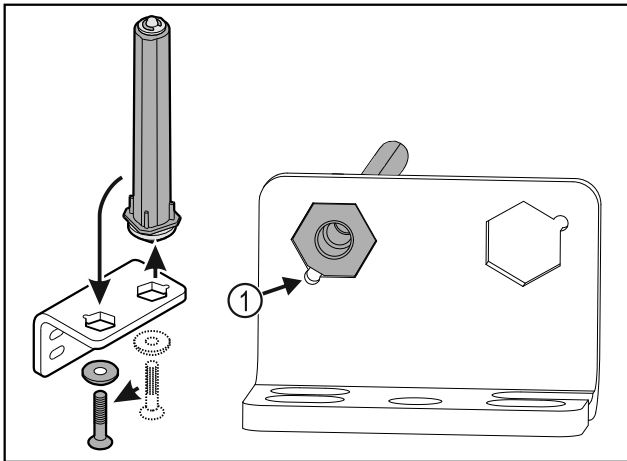

Fig. 35
- ▶ Dbejte, aby při vsazování ukazovalo zešikmení čepu Fig. 35 (1) ke kulatému otvoru.